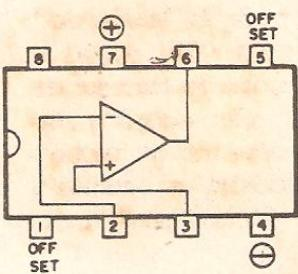

Fig.3
**- FIG. 3 - AMPLIFICADORES OPERACIONAIS ÚNICOS (FET)** - Não podemos nos esquecer dos chips de 8 pinos, em tudo idênticos aos “741 da vida”, porém baseados - nos seus blocos de entrada - em transístores de Efeito de Campo (falamos sobre isso lá no começo do presente ARQUIVO TÉCNICO...). O diagrama mostra a estrutura/organização/pinagem, inteiramente compatível com as de um 741 “normal” (incluindo - no caso - o acesso ao controle do OFF SET via pinos 1 e 5...), bem como os códigos mais comuns, facilmente encontráveis no varejo... Notem que embora diferentes tecnologias industriais sejam usadas para “fazer” os transístores internos dos Amp.Ops, citados, na prática, em aplicações gerais, eles são mutuamente compatíveis e “substituíveis” (salvo em aplicações muito críticas e específicas - casos em que os códigos serão mencionados como não passíveis de equivalências...).